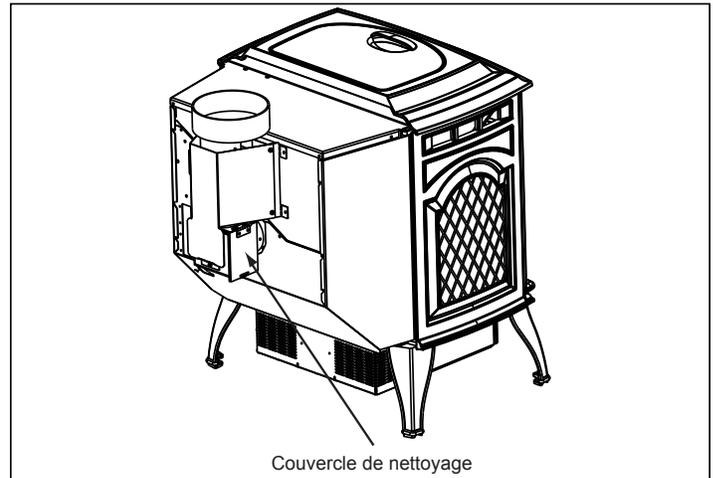

Figure 15.1
- b. Ouvrez le couvercle de nettoyage. **Voir la figure 15.1.**